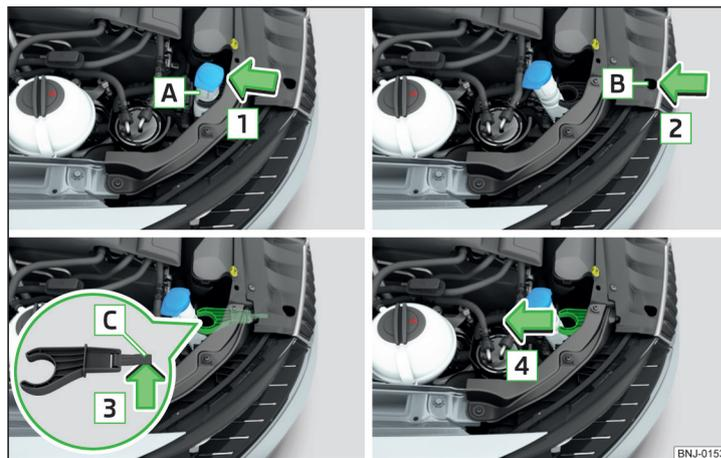

Fig. 207 Retirar el soporte del depósito de agua de lavado
- Aflojar los soportes del depósito **A** del soporte en la dirección de la flecha **1** » fig. 207.
- Deslizar hacia dentro el soporte del depósito en contra del sentido de la flecha **4** » fig. 207.